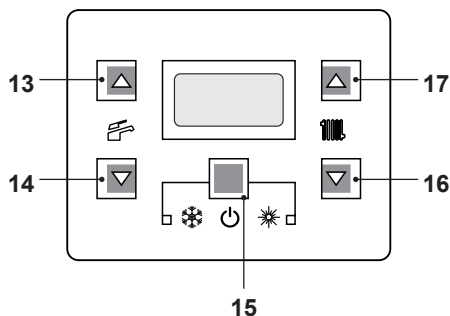
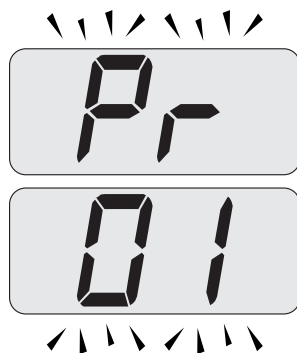

Figura 9.27
Figura 9.28
- Entrare in "modalità programmazione" premendo contemporaneamente per 10 secondi i tasti 15 - 16 - 17 (Figura 9.27) fino a far apparire sul display LCD le lettere **Pr** che si alternano con il codice **01** indicanti l'entrata nel "parametro 01" (Figura 9.28).
e 17 (Figura 9.27) fino a far apparire sul display LCD il valore del parametro 01 (Figura 9.29) (35=KONDENSX N 25 R o 37=KONDENSX N 35 R).
- Premendo contemporaneamente i tasti 15 e 16 (Figura 9.27) si esce senza modificare il valore (ritorno alla lista parametri Figura 9.28)
- Premendo contemporaneamente per 10 secondi i tasti 15 - 16 - 17 (Figura 9.27) si esce dalla "modalità programmazione".